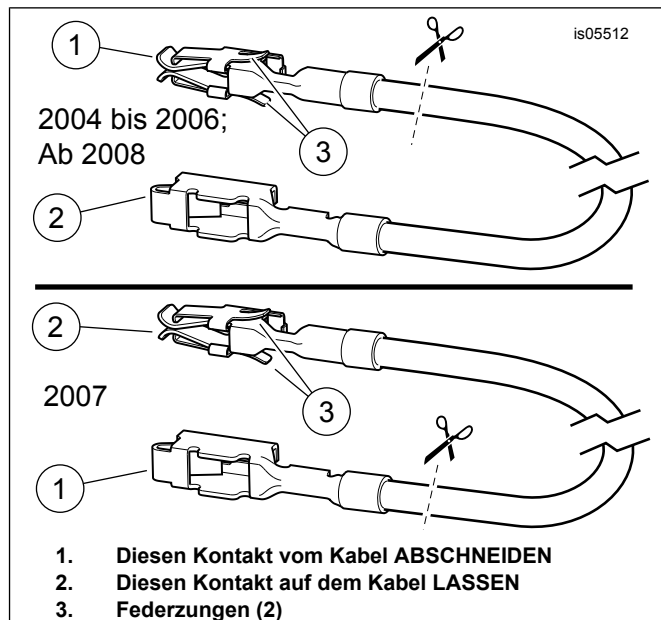

Abbildung 9. Sicherungsblock-Adapterkabel (FL Touring)
2. Das orange/weiße Sicherungsblock-Adapterkabel (11) aus dem Satz bereitlegen. **Für Modelle von 2004 bis 2006:** Den Kontakt an beiden Enden notieren (siehe Abbildung 9, **obere Ansicht**). Nur der Kontakt **OHNE die Federzungen** passt in den Sicherungshohlraum. Den Kontakt **MIT** Federzungen sorgfältig vom Kabel abschneiden und entsorgen. **Für Modelle von 2007:** Den Kontakt an beiden Enden notieren (siehe Abbildung 9, **untere Ansicht**). Nur der Kontakt **MIT den Federzungen** passt in den Sicherungshohlraum. Den Kontakt **OHNE** Federzungen sorgfältig vom Kabel abschneiden und entsorgen.